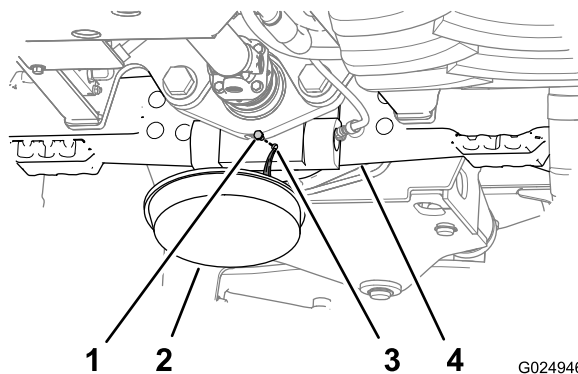
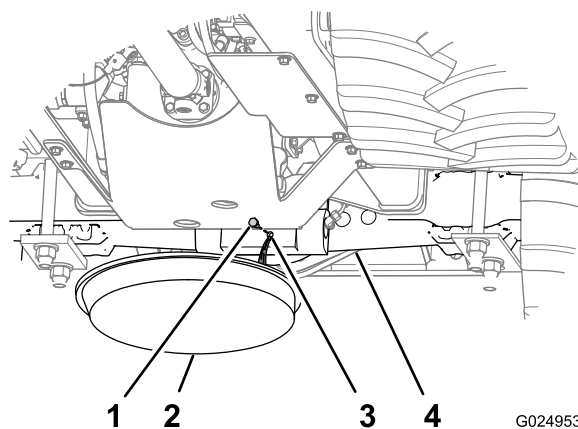

Figura 88
Figura 89
- Coloque un recipiente de vaciado debajo de la caja de piñones del eje (Figura 88 y Figura 89)
- Retire los tapones de la mirilla y del orificio de vaciado de la caja de piñones de los ejes (Figura 88 y Figura 89).